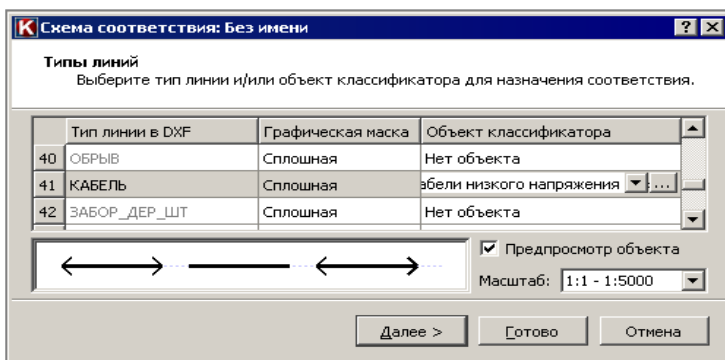

Рис. 32.4
- Для типов линий – в виде типа линии графической маски и/или линейного объекта классификатора (рис. 32.4).